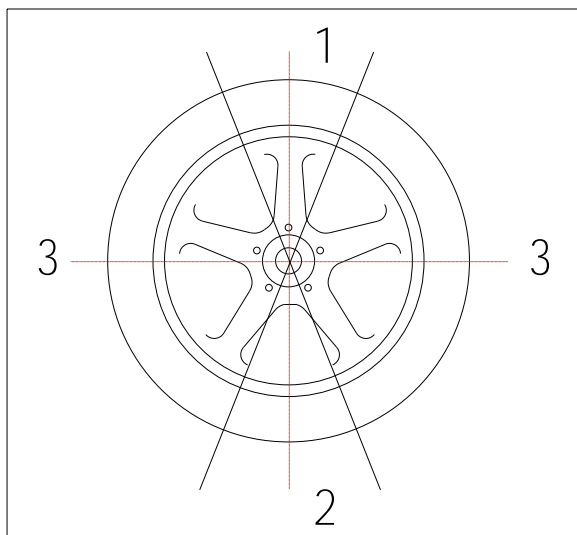

図 16-2 ウェイトの位置の調節
10. インバランスが 5-10g まだ残っている場合、Fig.16-2 に従って、調整して下さい。